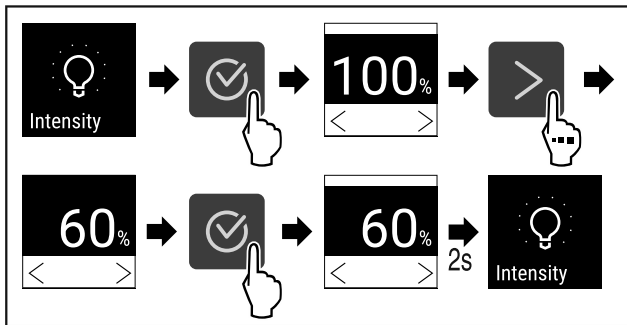

Fig. 89
- ▶ Kryeni hapat e veprimit (shihni Fig. 89).